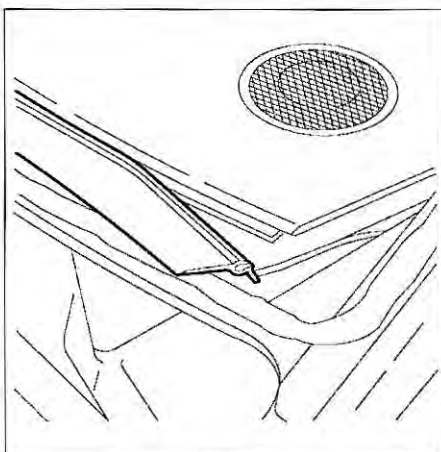

FIG. 84
- Sustituir la junta fijada en el salpicadero (fig. 84).